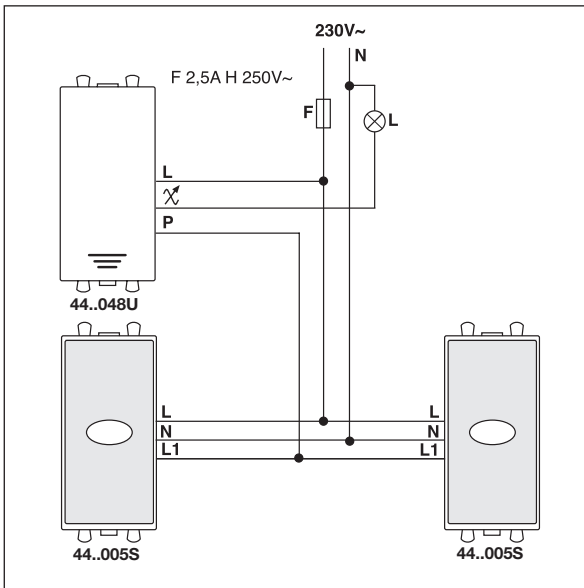

Fig. 4
- 44..005S with traditional dimmer 44..048U (figure 4);
- 44..005S jumelé à un variateur de lumière traditionnel code 44..048U (figure 4);